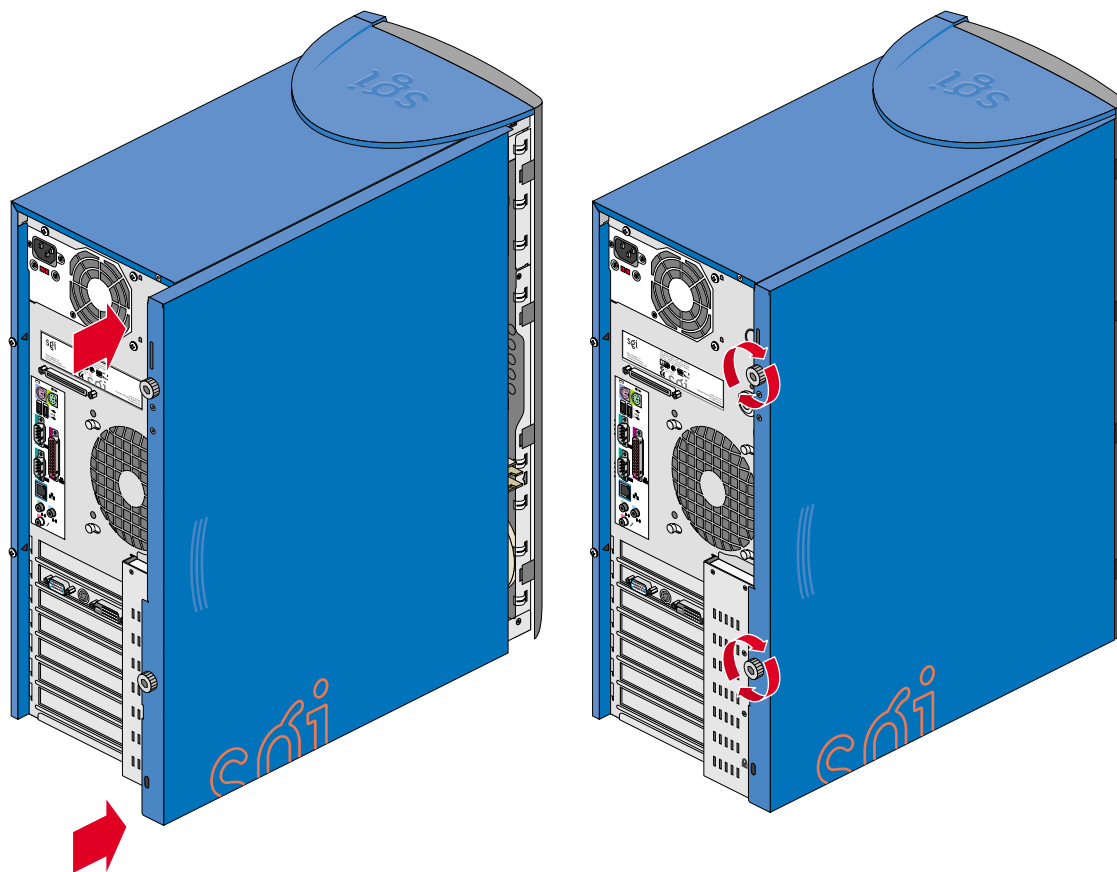

图 2-32 滑动侧面板使其准确就位
- 将侧面板朝机架前端滑动，直到准确就位。其过程如图 2-32 所示。